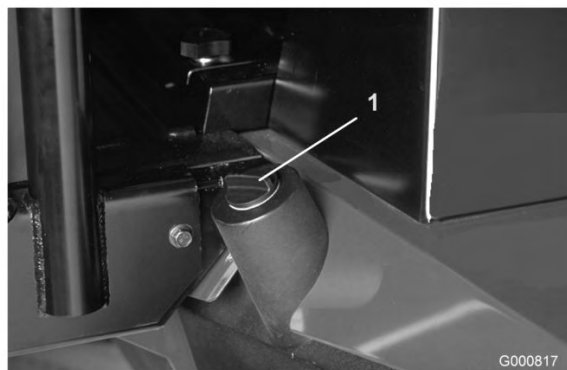

Figura 36
2. Limpie alrededor del cuello de llenado y el tapón del depósito de aceite hidráulico (Figura 36). Retire el tapón del cuello de llenado.